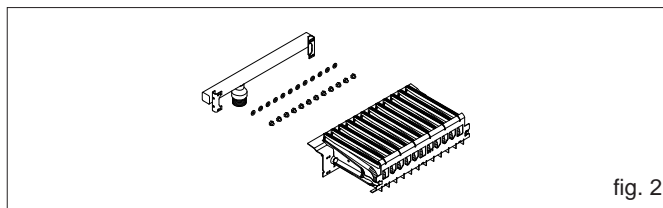

fig. 2
- utilizzando una chiave a tubo o a forchetta, rimuovere gli ugelli e le ranelle (fig. 2) e sostituirli con quelli presenti nel kit